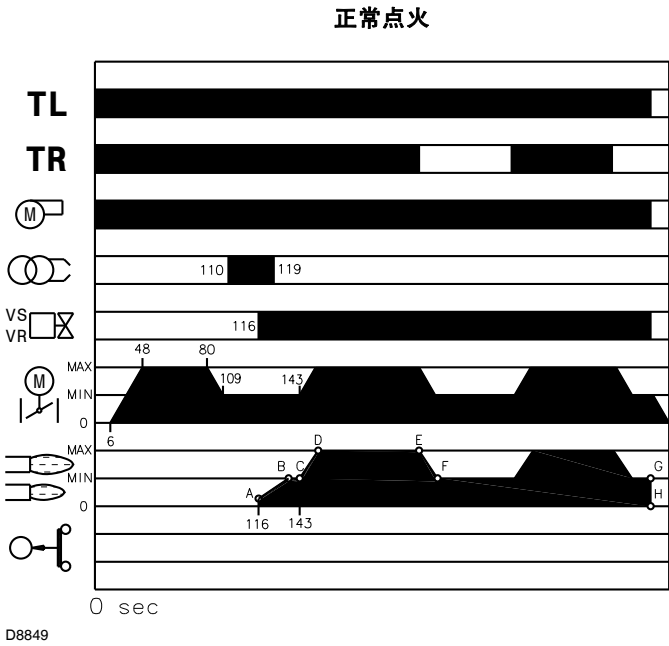

Fig. 37
在出力水平点 A（图 . 37），火焰被点燃。之后，随着阀门缓慢开启至 MIN 最小出力，即点 B（图 . 37）处，出力水平逐渐增大。
- 启动周期结束后，伺服电机的控制功能转至控制锅炉温度和压力的温度 / 压力开关控制装置 TR，点 C（图 . 37）。